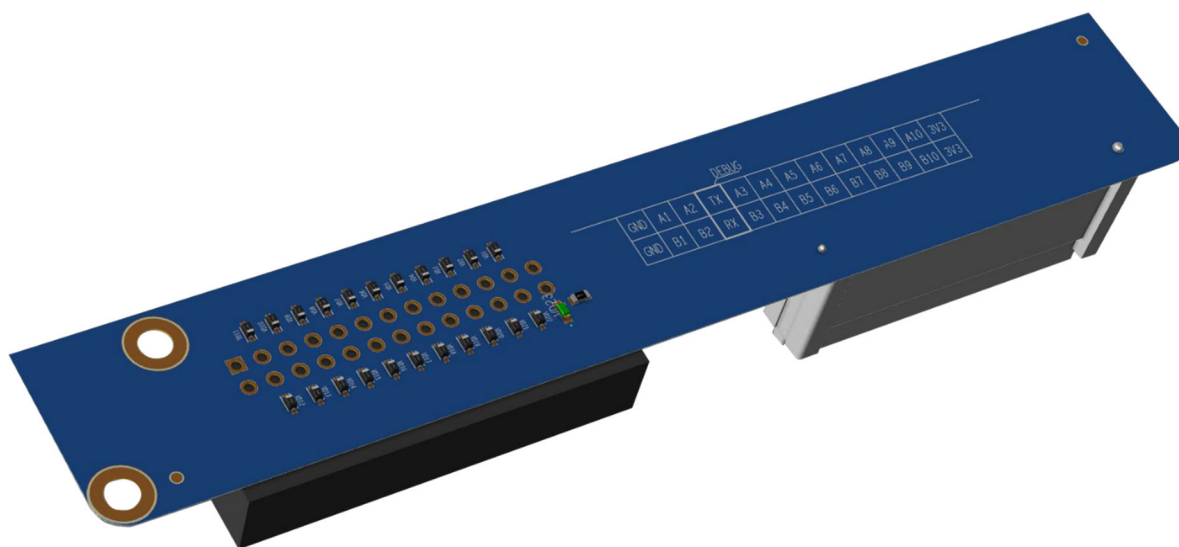

Рисунок 17 – Внешний вид модуля расширения СТМЕ.469535.014
- а) модуль расширения СТМЕ.469535.014 (см. рисунок 17);